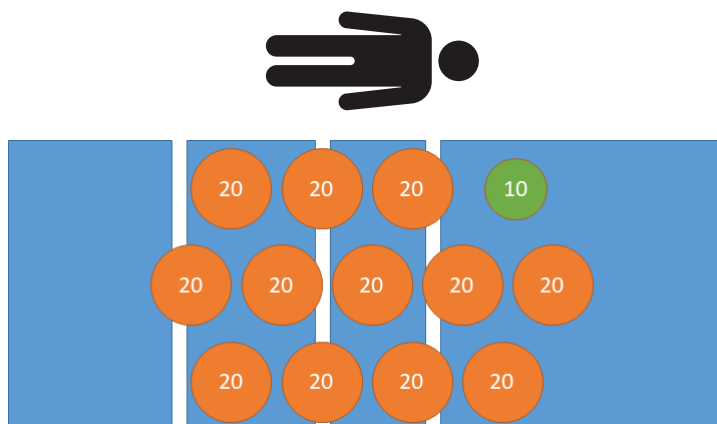

Figura 11 – Preîncărcare - 250 kg
27. Folosind greutăți calibrate, preîncărcați produsul la 250 kg (Figura 11).